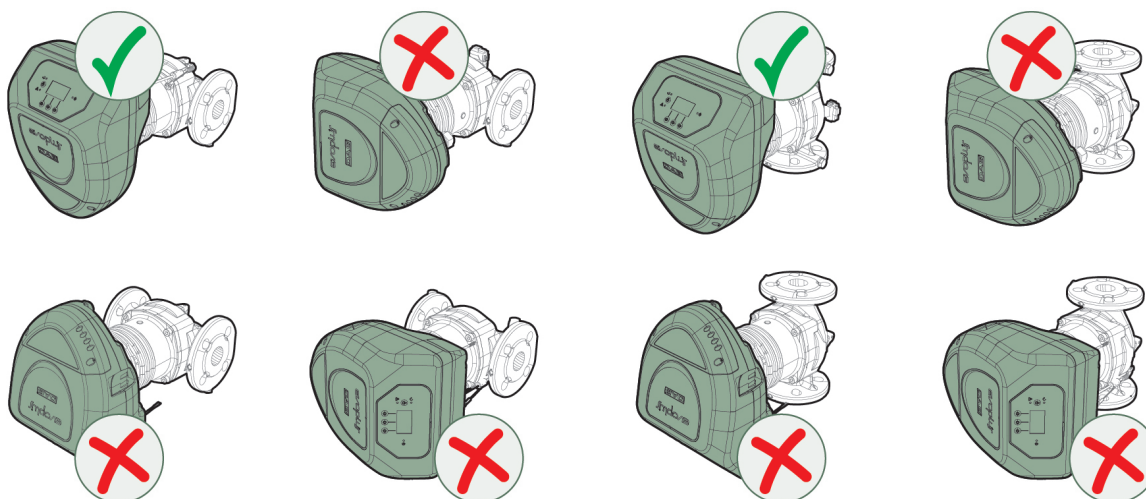

Figura 5
É possível rodar a interface do utilizador para posições diferentes da standard, consultar a Figura 5
- se a temperatura ambiente for superior à temperatura do líquido, pode formar-se condensação. Esta condensação deve e pode ser descarregada através de, pelo menos, **um dos três orifícios** de descarga colocados no corpo do motor, ver a Figura 5